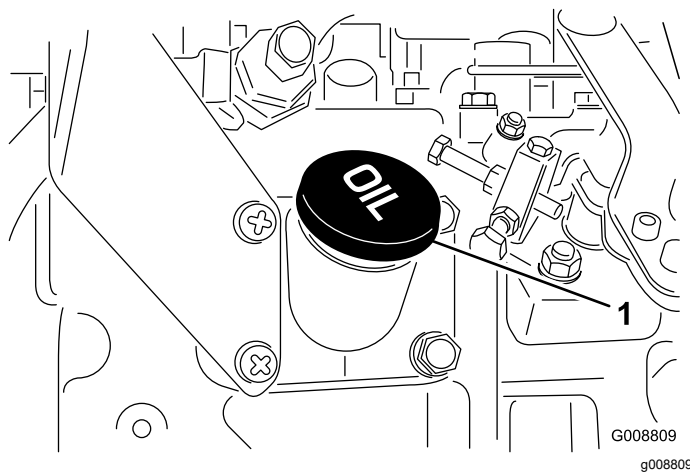

Figura 36
4. Si el nivel de aceite está por debajo del intervalo seguro, retire el tapón de llenado (**Figura 36**) y añada aceite hasta que el nivel llegue a la marca Full (lleno).